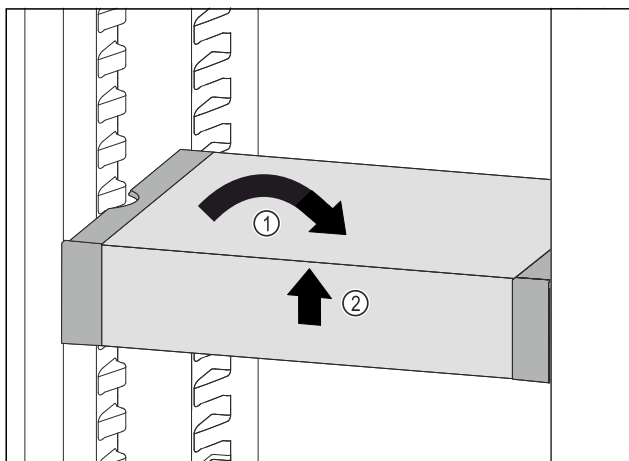

Fig. 108
- VarioSafe recht zetten. Fig. 108 (1)
- VarioSafe aan voorkant optillen. Fig. 108 (2)